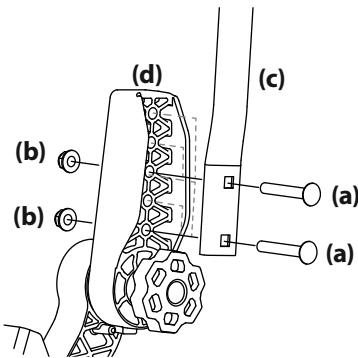

Figura 9
1. Extraiga los dos tornillos de carro (a) y las dos tuercas de seguridad con reborde (b) que sujetan la palanca de control de la transmisión (c) hasta el regulador de la manija superior (d). Consulte la Figura 9.
2. Mueva la palanca de control de la transmisión hasta una de las tres alturas disponibles y sujétela en su lugar con los tornillos del carro y las tuercas de seguridad con reborde. Consulte la Figura 9.
4. Si las palancas de control no se alinean después de ajustar la perilla, afloje las tuercas (b), alinee las palancas de control y vuelva a apretar las tuercas. Una vez que se realiza este ajuste fino, las palancas de control se alinearán al usar el ajuste de la perilla. Vea la Figura 9.